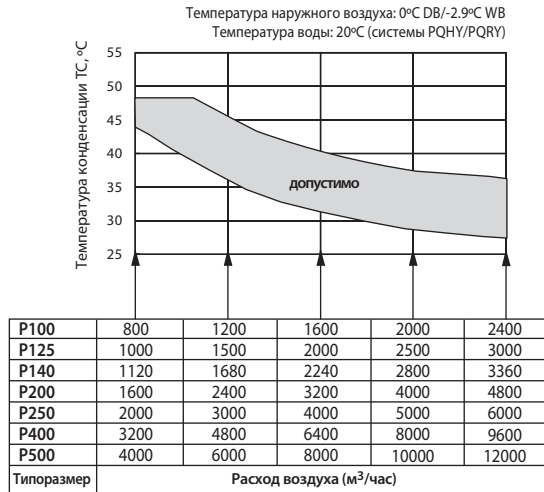

Рис. 1. Определение допустимых значений температуры конденсации
температура конденсации	Tс определяется в соответствии с рис. 1
Для определения производительности фреонового теплообменника приточной установки в режиме нагрева воздуха выберите температуру конденсации из допустимого диапазона согласно рис. 1. Если приточная установка оснащена рекуператором, то выберите значение температуры конденсации 48°C.
1. Если расход воздуха меньше указанного в таблице на рис. 1, то следует выбрать значение температуры конденсации 48°C.